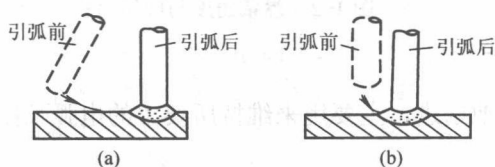

图 1-1 引弧方法
(1) 优点：易掌握，不受焊条端部清洁情况（有无熔渣）限制。
(2) 缺点：操作不熟练时，易损伤焊件。
(3) 操作要领：类似划火柴。先将焊条端部对准焊缝，然后将手腕扭转，使焊条在焊件表面上轻轻划擦，划的长度以 20~30 mm 为佳，以减少对其表面的损伤，再将手腕扭平后迅速将焊条提起，使弧长约为所用焊条外径 1.5 倍，作“预热”动作（即停留片刻），其弧长不变，预热后将电弧压短至与所用焊条直径相符。在始焊点作适量横向摆动，且在起焊处稳弧（即稍停片刻）以形成熔池后进行正常焊接，如图 1-1 (a) 所示。
(1) 优点：直击法是一种理想的引弧方法。适用于各种位置引弧，不易碰伤焊件。
(2) 缺点：受焊条端部清洁情况限制，用力过猛时药皮易大块脱落，造成暂时性偏吹，操作不熟练时易粘于焊件表面。
(3) 操作要领：焊条垂直于焊件，使焊条末端对准焊缝，然后将手腕下弯，使焊条轻碰焊件，引燃后，手腕放平，迅速将焊条提起，使弧长约为焊条外径 1.5 倍，稍作“预热”后，压低电弧，使弧长与焊条内径相等，且焊条横向摆动，待形成熔池后向前移动，如图 1-1 (b) 所示。